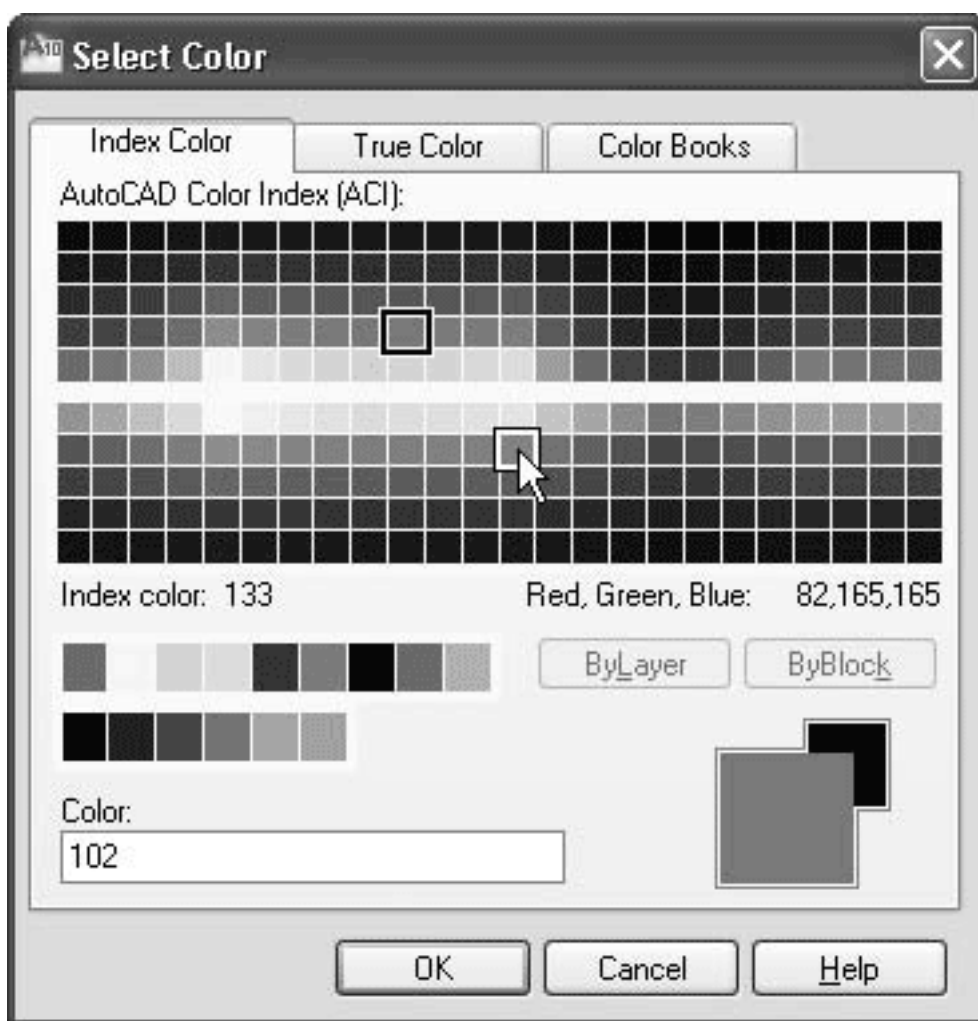

Рис. 2.28. Диалоговое окно Select Color (Выбор цвета)
- Чтобы изменить цвет слоя, щелкните кнопкой мыши на цветном квадратике в столбце **Color** (Цвет). На экране появится диалоговое окно **Select Color** (Выбор цвета) (рис. 2.28).